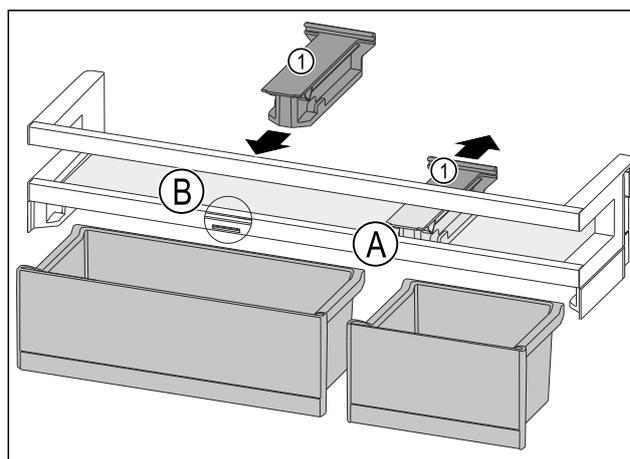

Fig. 116
- ▶ Tirare l'elemento di tenuta Fig. 116 (1) all'indietro per portarlo in posizione Fig. 116 (A).
- ▶ Inserire l'elemento di tenuta Fig. 116 (1) in posizione Fig. 116 (B).